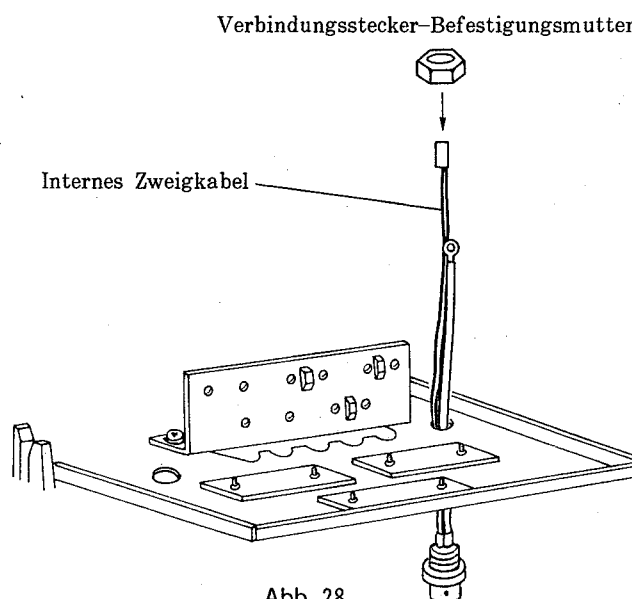

Abb. 28
- (6) Den internen Zweigkabelstecker wie gezeigt an der Kabelbefestigungsplatte anbringen (siehe Abb. 28):